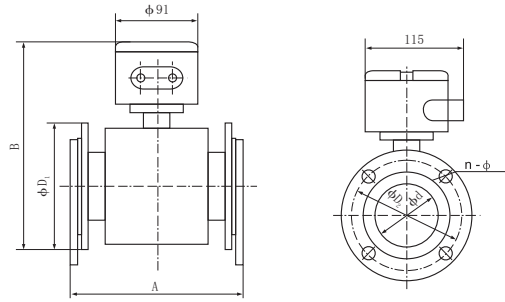
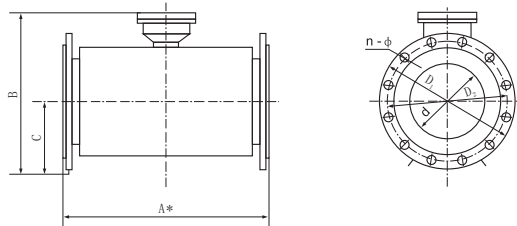

图1 LDG-10S~200S型传感器外形与安装尺寸
图2 LDG-250S~1600S型传感器外形与安装尺寸
1.1 LDG-10S~1600S型电磁流量传感器(以下简称传感器)的外形、安装尺寸见图1、图2。